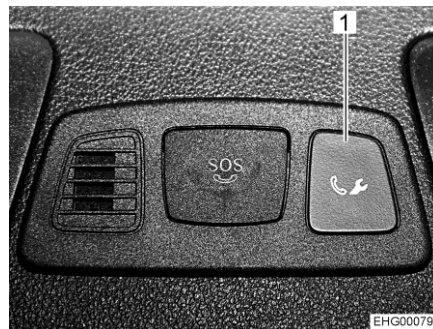
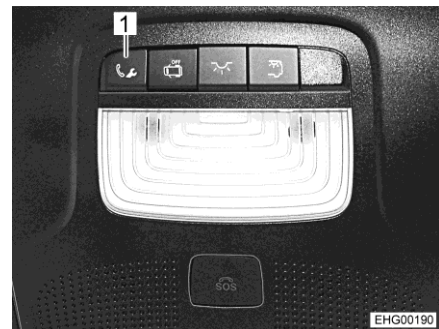

Bild 11 Taste für Pannenanruf (Mittelkonsole)
Bild 12 Taste für Pannenanruf (Dachkonsole)
- Taste (Bild 11,1 bzw. Bild 12,1) für Pannenanruf drücken. Anruf beim Mercedes-Benz Kundencenter wird ausgelöst.